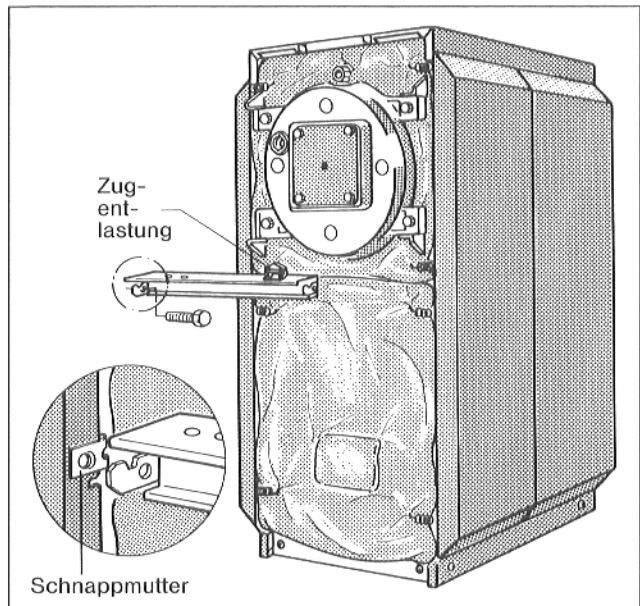

Abb. 15
- Enden der Wärmeschutzmatten hinter Seitenwandabkantung drücken (Abb. 15).
- Je eine Schnappmutter rechts und links in Seitenwandabkantung aufstecken (Abb. 15).
- Einhängeleiste mit 2 Blechschrauben rechts und links in Seitenwandabkantung anschrauben (Abb. 15).
- Zugentlastung für Brennerkabel mit den beiden Stiften in die Bohrungen auf der Einhängeleiste einsetzen (Abb. 15).